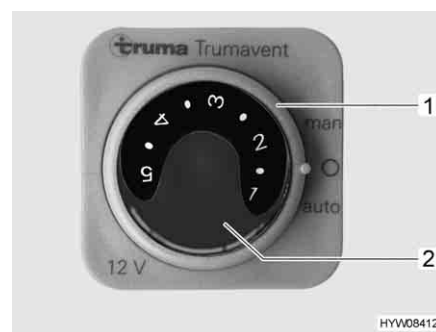

Fig. 72 Centralina di controllo per ventola di ricircolo dell'aria
- Impostare l'interruttore girevole (Fig. 72,1) sulla centralina di controllo della ventola di ricircolo su "man".
- Posizionare la manopola (Fig. 72,2) sulla potenza desiderata (3-5).
- Impostare l'interruttore girevole (Fig. 72,1) sulla centralina di controllo della ventola di ricircolo su "0".